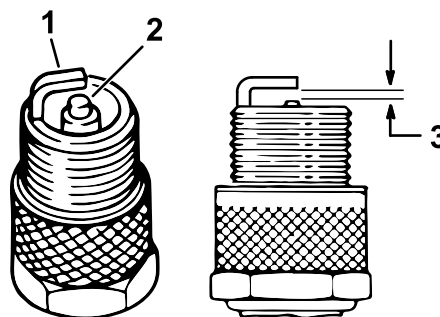

Figure 32
4. Vérifiez l'état des électrodes latérale et centrale, ainsi que de l'isolateur de l'électrode centrale (Figure 32).
5. Réglez l'écartement entre les électrodes centrale et latérale à **0,76 mm**, comme montré à la Figure 32.